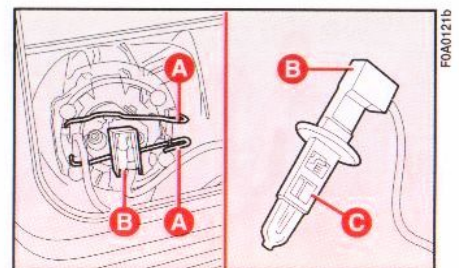

Abb. 23
- 2) Die Befestigungsfeder **A**, **Abb. 23** aushaken, den Stecker **B** abziehen und die Lampe **C** herausziehen.